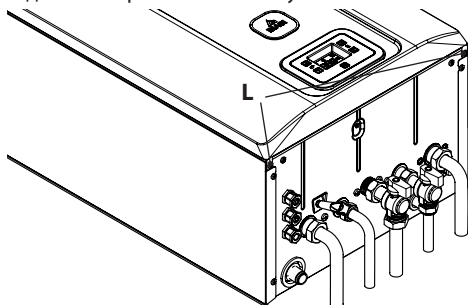
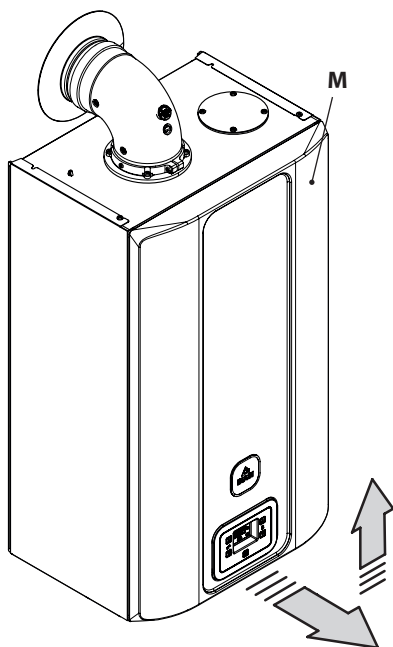

Рисунок 5.17
Рисунок 5.18
- Снимите винты **L** (Рисунок 5.17), затем снимите переднюю панель **M**, потянув ее на себя и подтолкнув вверх, чтобы высвободить из верхних пазов Рисунок 5.18.